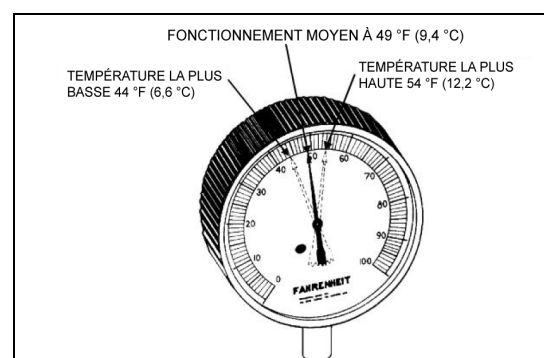

FIGURE 61: OSCILLATION DE TEMPÉRATURE HAUTE ET BASSE AU BULBE DISTANT
6. Observer approximativement cinq mesures à des intervalles de deux minutes et convertir en température à l'aide du tableau de pression de vapeur. De la même façon, observer la mesure de température au bulbe distant à des intervalles de deux minutes, et noter la mesure la plus basse et la plus élevée (Figure 61).